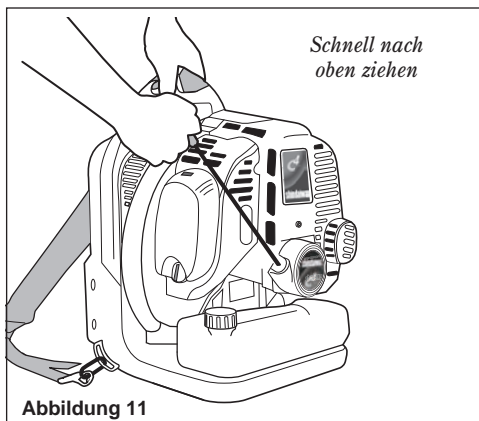

Abbildung 11
- Ziehen Sie mit der rechten Hand den Startergriff langsam heraus, bis Sie einen Widerstand spüren. Siehe Abbildung 11.